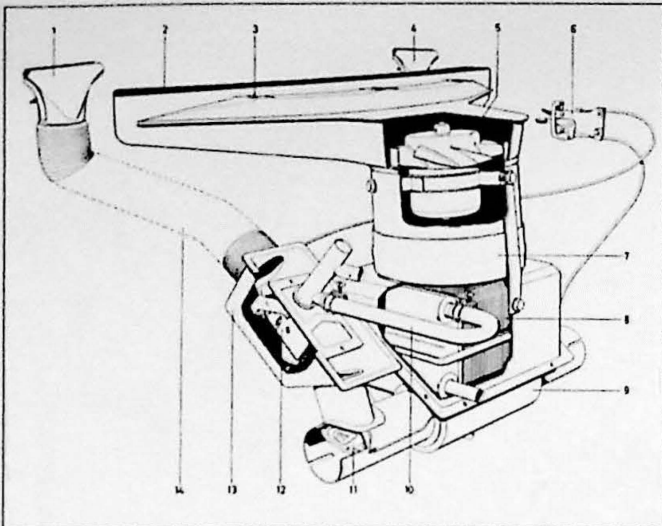

Fig. 15.27. Verwarming, vroege type.
De kachel (Fig. 15.27) bestaat uit een luchtinlaat met elektrisch aangedreven ventilator, een honingraatvormige radiator, een warmte verdeelhuis met klep en een binnen-thermostaat.
3. Verwijder de strip bij de luchtinlaat (2 en 3, Fig. 15.27).
De ventilatormotor is voorzien van zelfsmurende lagers. Smering is alleen nodig bij revisie van de motor. Denk er bij de montage om dat de motor goed gecentreerd is en dat de massaleiding goed contact maakt. De kachelradiator kan worden losgemaakt met twee bouten aan de interieurzijde, nadat het luchtverdeelhuis (9, Fig. 15.27) is losgemaakt. Voor het losmaken van de radiator de koelvloeistof aftappen. Wees voorzichtig met het verwijderen van de radiator want er blijft nog vloeistof achter welke weg kan lopen bij het scheef houden.